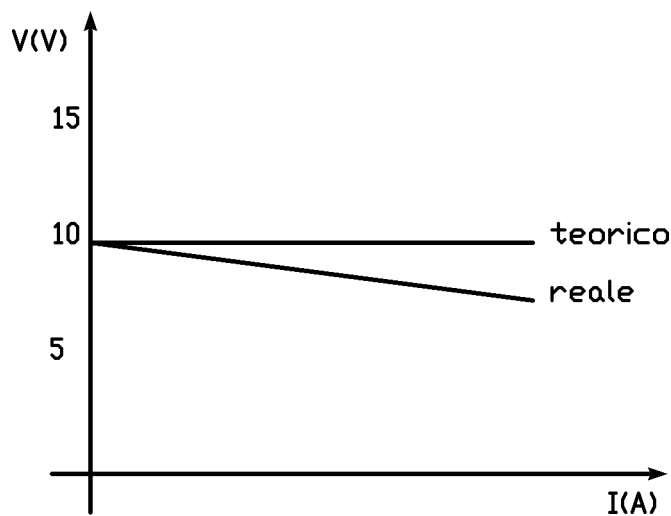

Fig. 2.1.3
5. Tracciare il grafico corrente/tensione, simile a quello di Fig. 2.1.3, avendo cura di riportare le grandezze rappresentate e le unità di misura utilizzate.